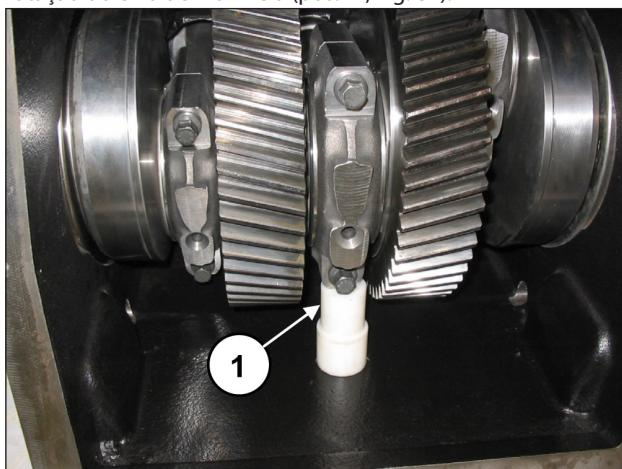

Fig. 84
Insira um calço sob o fuste da biela central para bloquear a rotação do eixo de manivela (pos. ①, Fig. 84).